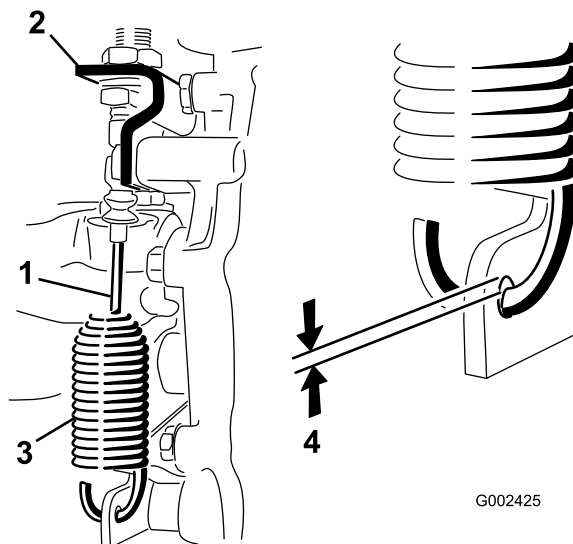

Bild 51
1. Nehmen Sie die Lastösenbolzen ab, mit denen das Kabel (schneller/langsamer Gang) am Getriebe befestigt ist (Bild 51).
2. Lösen Sie die Klemmmuttern, mit denen das Differenzialsperrkabel an der Halterung am Getriebe befestigt ist (Bild 51).